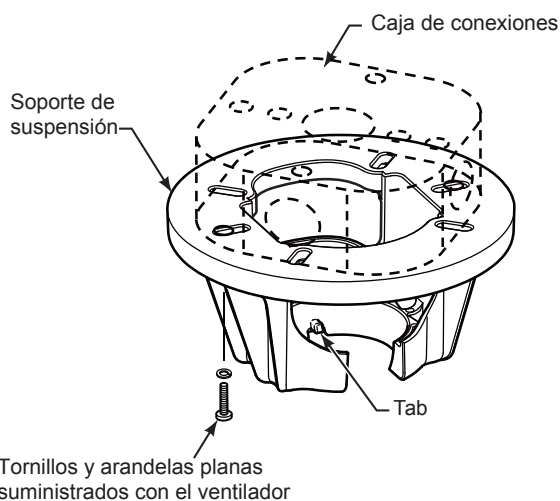

Figura 3
1. Fije adecuadamente el soporte colgante a la caja de empalme del techo que sea aceptable para el soporte del techo. Usando los tornillos de la caja de salida #8-32 y las arandelas planas suministrado con el ventilador. (Figura 3)
NOTA: Se deben pasar los tornillos de la caja de conexiones a través de los orificios que se encuentran en el soporte de suspensión. (Figura 3)
3. Con cuidado, levante el ventilador y apoye la unidad del barral/de la semiesfera en el soporte de suspensión que acaba de fijar a la caja de conexiones. (Figura 4) Asegúrese de que la ranura en la semiesfera esté alineada con el reborde del soporte de suspensión. (Figura 3)